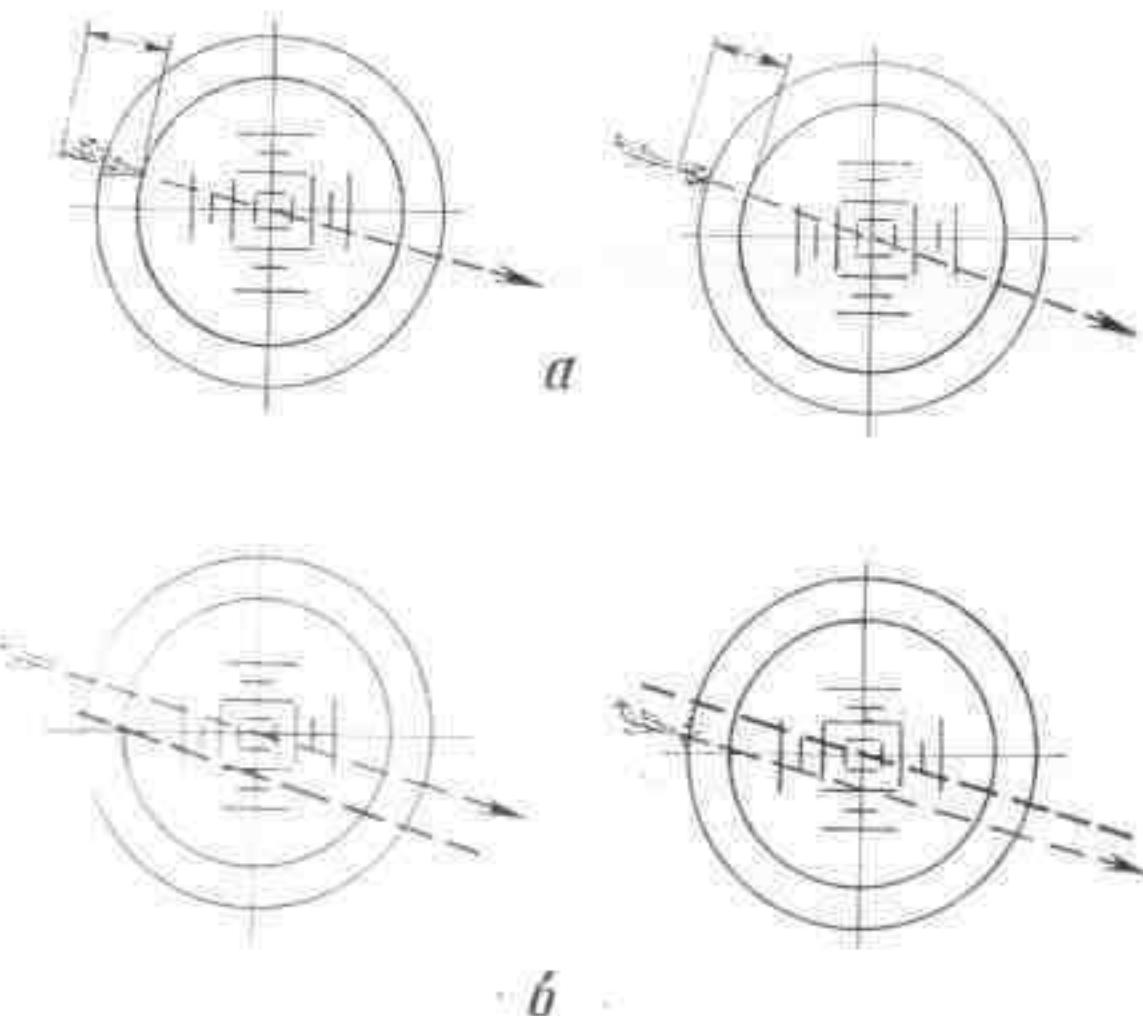

Рис. 90. Корректирование стрельбы по воздушным целям выносом точки прицеливания:
**166.** Корректирование стрельбы по высоте и направлению производят выносом точки прицеливания в сторону, противоположную трассам, на величину отклонения центра группирования трасс (рис. 90). Огонь по трассам применяется тогда, когда нет времени для определения величины упреждения на движение цели и для осуществления наводки в цель с помощью коллиматорного прицела. Стреляющий открывает огонь, направляя ствол пуле-